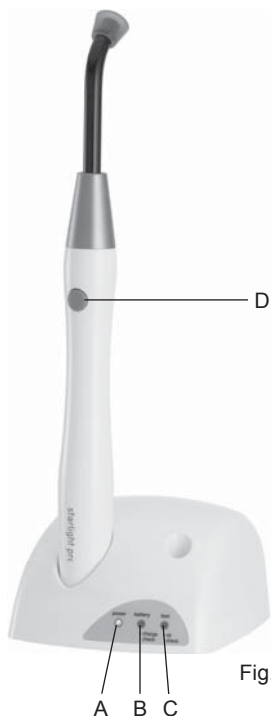
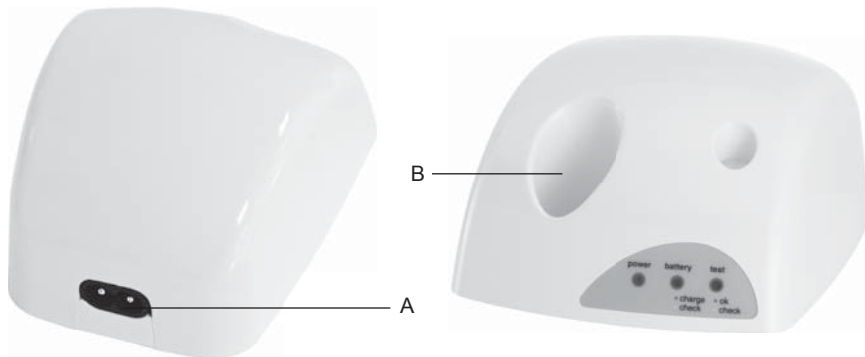

Fig. 4
Fig. 5
⚠ PERICOLO: Non mettere in cortocircuito i contatti elettrici della stazione di ricarica con oggetti metallici (Fig.5 - Rif.B) ne toccare con le mani quando l'apparecchio è acceso.
Descrizione comandi (Fig. 4):
- 2 Inserire il cavo di alimentazione energia elettrica (Fig.3 - Rif.E) nella connessione posta sul retro dell'apparecchio (Fig.5 - Rif.A) e quindi nella presa a muro. Led verde power acceso (Fig.4 - Rif.A).
- 1 Inserire il manipoło dentro la sede della stazione di ricarica (Fig.5 - Rif.B). Il led verde battery si accende (Fig.4 - Rif.B).
L'accensione del led giallo battery (check), posizionato sulla stazione di ricarica, indica un guasto nella batteria (Fig.4 - Rif.B).
- Premere brevemente il pulsante sul manipolo (Fig.4 - Rif.D) per iniziare il ciclo di esposizione FAST. Viene emesso un segnale acustico (1 beep).
Al termine del trattamento, riporre il manipolo Starlight pro nella stazione di ricarica (Fig.5 - Rif.B).